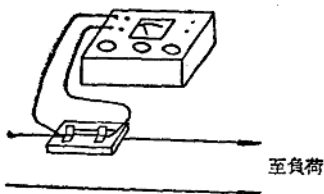
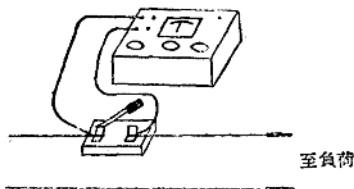
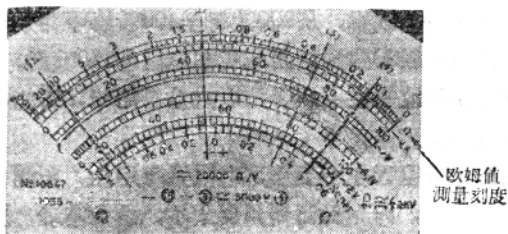

图6 开关將仪表短路
图7 將开关打开讀取电流数值
图 8
測量注意事項:由于測量电流时,仪表是串接在电路中的,为了保护仪表免受意外的損失起見,最好是按照图6的方法,用一个开关与电表并联,这样接法的优点是:
(1)有些負荷,如直流电动机等,在开始接通电源时,电流数值非常大,而在电机轉动后,电流又逐漸减小。按照图6的接法,在起動时可先将仪表經开关短接(图6),待起動以后再將开关打开(图7),讀取电流数值;
(2)可在不停电情况下,变换电流量程,即先将仪表經开关短接(图7),变换电流量程,然后再打开开关(图8)讀取电流数值;如仪表
- 电阻值是无穷大。这是因为在测量电阻时，我们是用一固定电压的电池，与所测电阻及毫安或微安电流计串连，当电阻愈大则通过电流愈小，因此指针偏转的角度亦较小（图 8）。